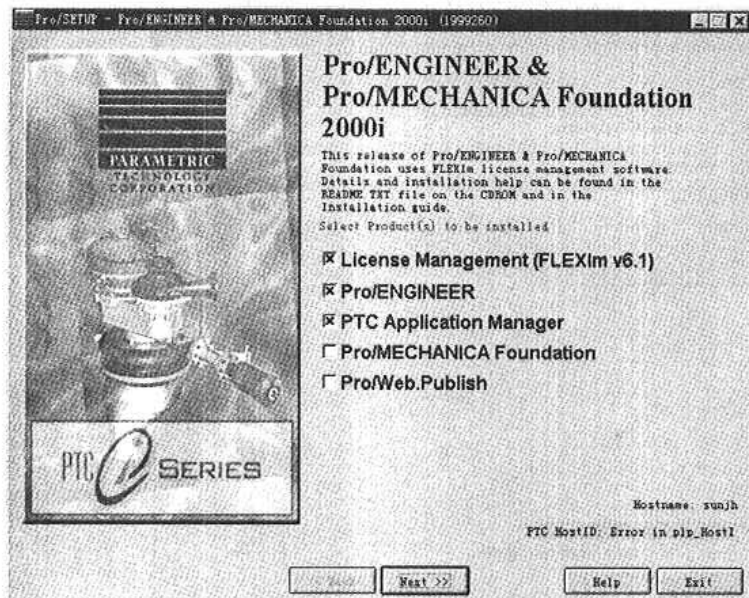
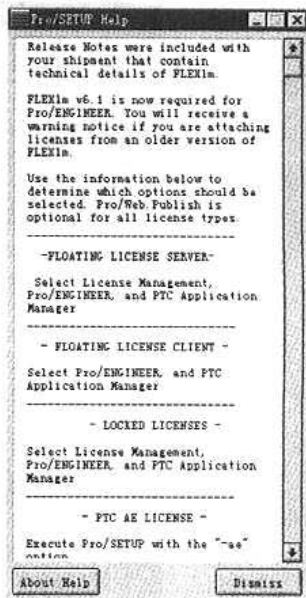
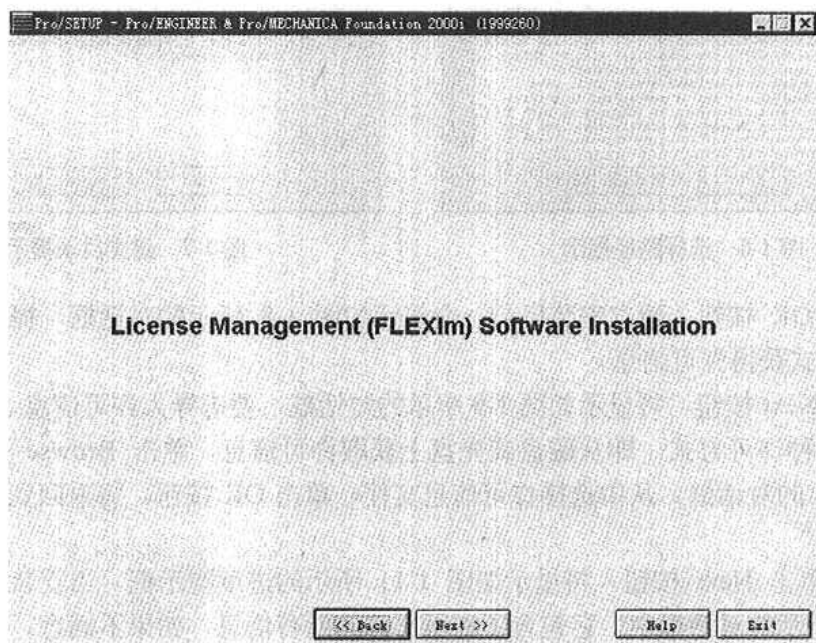

图 1-2 安装选择对话框
图 1-3 帮助窗口
图 1-4 许可安装提示窗口
此提示框要停留数分钟, 然后显示如图 1-2 所示的对话框, 可从中进行安装选择。同时, 在该对话框旁边显示 Help 窗口 (如图 1-3 所示), 从中可以进行安装帮助信息的查找。如果不关闭的话, 该对话框将伴随整个安装过程。
(2) 从图 1-2 中选择安装选项。可以选择前两项。如没有第一项, 则主机无法运行 Pro/ENGINEER 2000i。选择后单击 Next 按钮, 将进入如图 1-4 所示的对话框中, 提示开始许可管理安装。